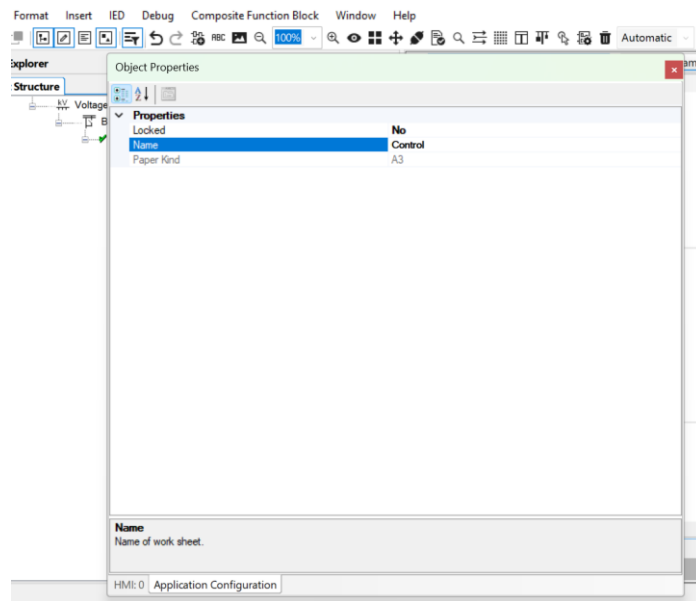

Imagen 72_Asignación de nombre a la ventana de Control.
2.2.2 Como observamos en la **Imagen 72**, nombramos a este como “Control” desde la venta de “Object Properties” en la opción de “Name”.